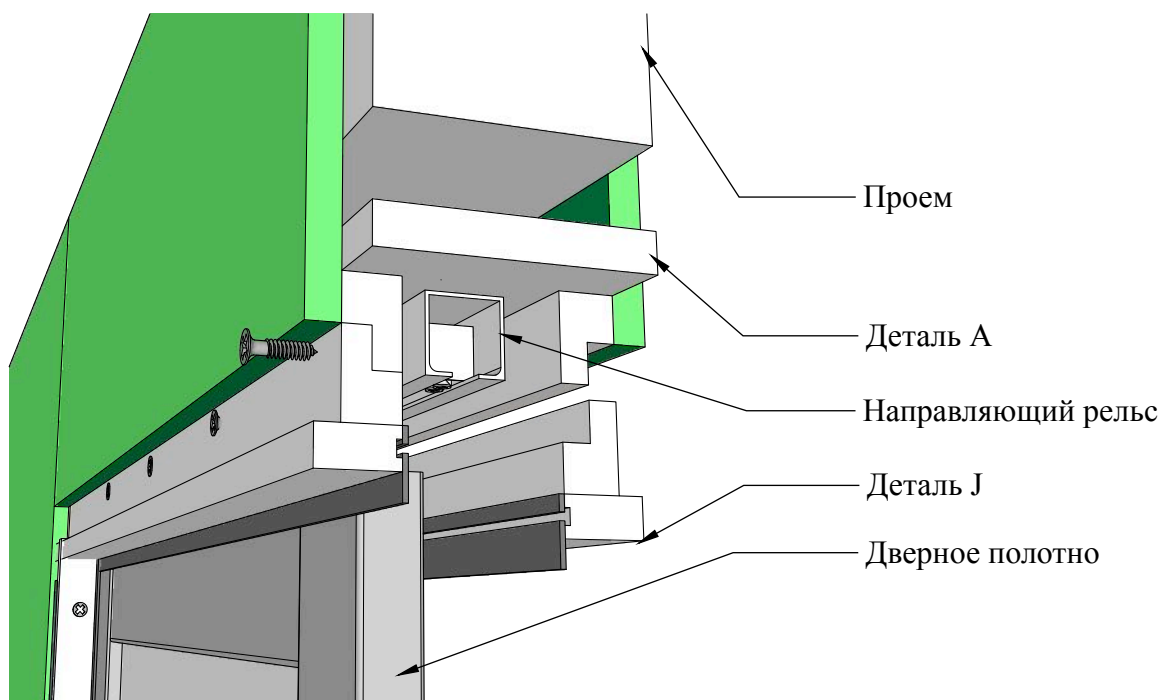

Рисунок 22
10. Установить горизонтальные основы под обрамляющие элементы и завести в паз (деталь J) щёточный уплотнитель (Рис.22).